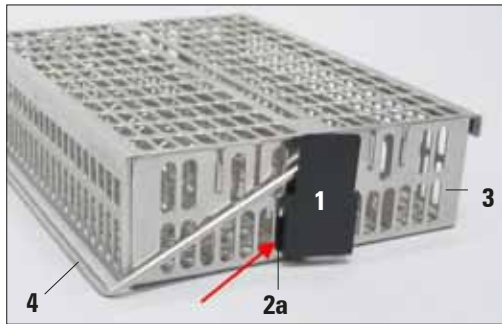

Fig. 9
- Innestare il lato sinistro (2a) della linguetta antiriflesso (1) nel 7° foro (da sinistra) delle aperture ovali inferiori (fig. 9).